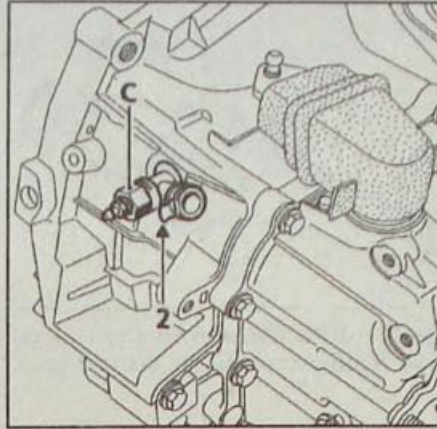

Рис. 5.12. Расположение фиксатора (2) установленного на штуцере (С) рабочего цилиндра сцепления
- Снимите фиксатор (2, рис. 5.12) установленный на штуцер и отсоедините трубопровод, соединяющий главный цилиндр сцепления с рабочим цилиндром сцепления.